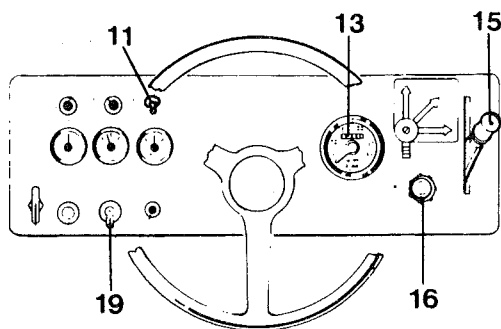

Abb. 13
- 1 Der Vibrationsschalter (19, Abb. 13) muß auf "0" stehen.